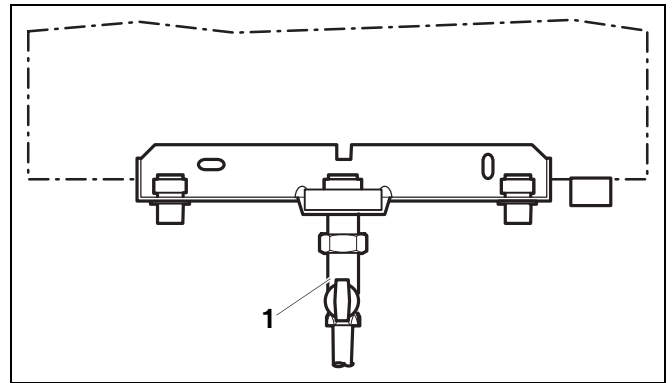

Abb. 10 Gasanschluss herstellen
- Gasleitung spannungsfrei am Gasanschluss anschließen (Abb. 10, **Pos. 1**).